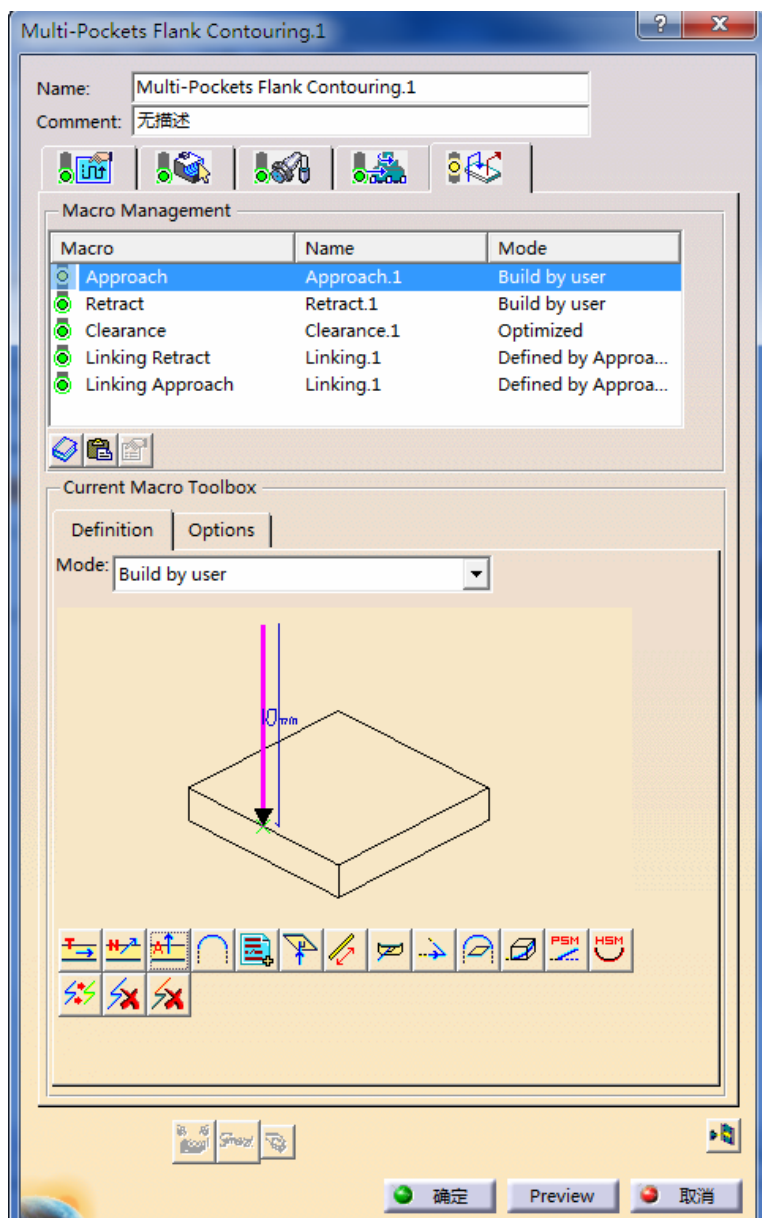

图 5-117 设置“Approach”参数（4）
- 在“Macro Management”区域的列表框中选择“Approach”，单击鼠标右键，在弹出的快捷菜单中选择 Activate 命令，在“mode”下拉列表中选择“Build by user”，单击 Add axial motion 按钮, 设置“Approach”参数（4）如图 5-117 所示。